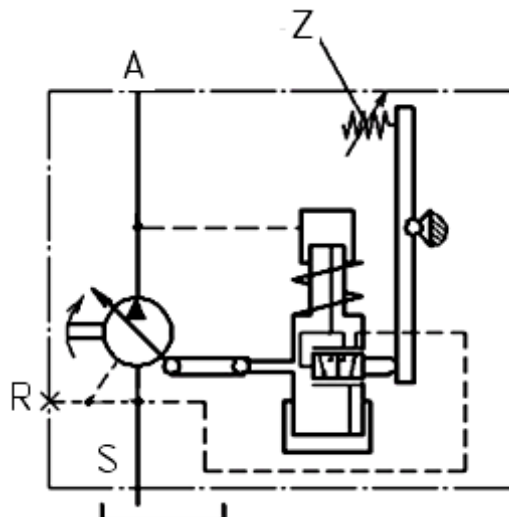

Рисунок 9 – Гидравлическая схема насоса с регулятором постоянной мощности .
- потребляемая мощность $N_{п}$, при необходимости, может быть изменена регулировкой винта Z (см рисунок 9).